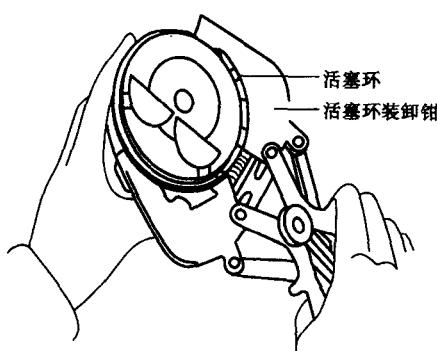

图 1-11 活塞环的拆卸
1) 用活塞环装卸钳拆下活塞环，观察活塞环装配记号（如图 1-11）。